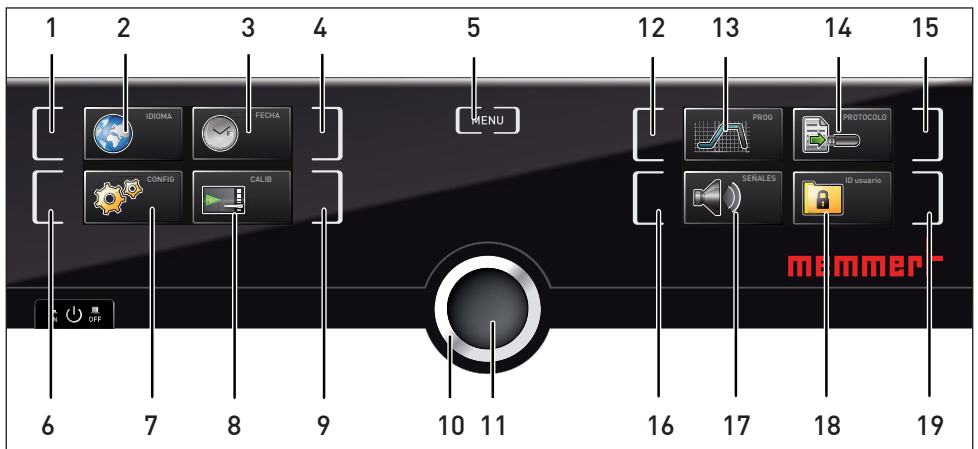

Fig. 27 ControlCockpit en el modo de menú
5. Apague el equipo con el interruptor principal (Fig. 27).